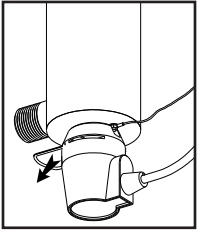
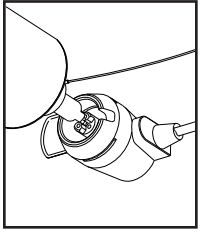

FIGURE 2A
FIGURE 2B
2. Intermompre l'alimentation électrique et laisser le processus de mise hors-tension s'exécuter pendant 30 secondes. Enlever le connecteur en retirant la bague métallique de retenue (Figure 2A) du corps du connecteur. Enlever le connecteur et retirer la lampe de la chambre du réacteur. Lorsque la lampe devient visible, séparer la lampe du connecteur (Figure 2B). Il suffit de séparer les deux composants – ne pas effectuer un mouvement de torsion entre la lampe et le connecteur. Éviter de toucher la surface de verre de la lampe. Il est acceptable de manipuler la lampe par les extrémités de céramique; cependant, s'il est nécessaire de toucher le tube de verre, porter des gants ou utiliser un linge doux. Retirer complètement la lampe de la chambre du réacteur; en veillant à ne pas incliner la lampe par rapport au réacteur; si la lampe est inclinée, une pression est exercée à l'intérieur du manchon de quartz, et ceci provoquera le bris du manchon.
(Figure 2B). S'assurer que le connecteur soit parfaitement enfoncé repère de positionnement qui empêche un branchement incorrect de la lampe UV. Le connecteur comporte un manchon de quartz. Insérer le manchon de quartz à la lampe complètement la lampe dans la lampe de verre de la lampe. Insérer délicatement la lampe dans le manchon de quartz, et ceci provoquera le bris du manchon.